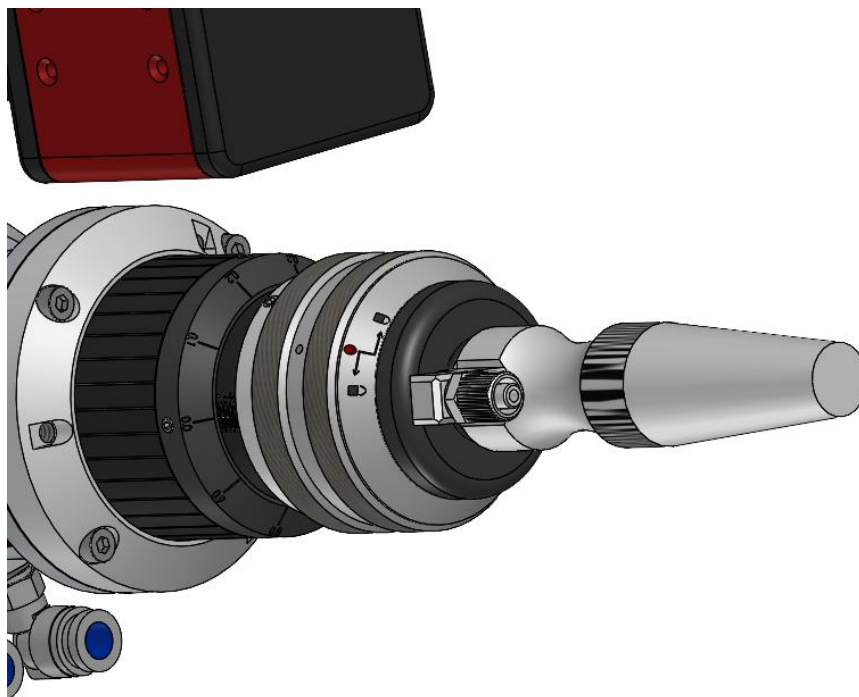

图2.1
- ⑤ 顺时针方向旋至极限位置（可以感觉到“噎”的一声），向上提起旋转螺母，再次顺时针旋转螺母直至压紧光纤头，将QBH连接器拧至锁紧状态（注意转到位即可，不要大力拧动，否则可能会损坏QBH内部结构），如图2.1所示：